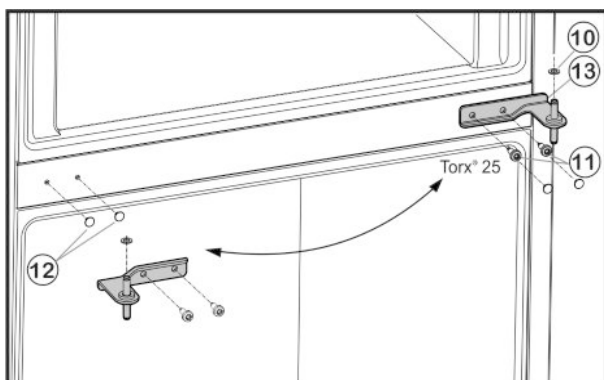

Fig. 5
- ▶ Odšroubujte upevňovací šrouby *Fig. 5 (11)* (2 x Torx® 25) a stojan ložiska uprostřed vytáhněte ze spodních dvířek.
- ▶ Vyjměte plastovou podložku *Fig. 5 (10)*.
- ▶ Sejměte opatrně kryty *Fig. 5 (12)* a na protější straně je opět nasadte.
- ▶ Prostřední stojan ložiska *Fig. 5 (13)* otočený o 180° nasadte do spodních dvířek a našroubujte jej pomocí upevňovacích šroubů *Fig. 5 (11)* (2 x Torx® 25) pevně na novou stranu závěsu dveří (**4 Nm**).
- ▶ Opět nasadte plastovou podložku *Fig. 5 (10)*.
- ▶ Horní dvířka usadte na prostředním ložiskovém čepu *Fig. 5 (13)*.